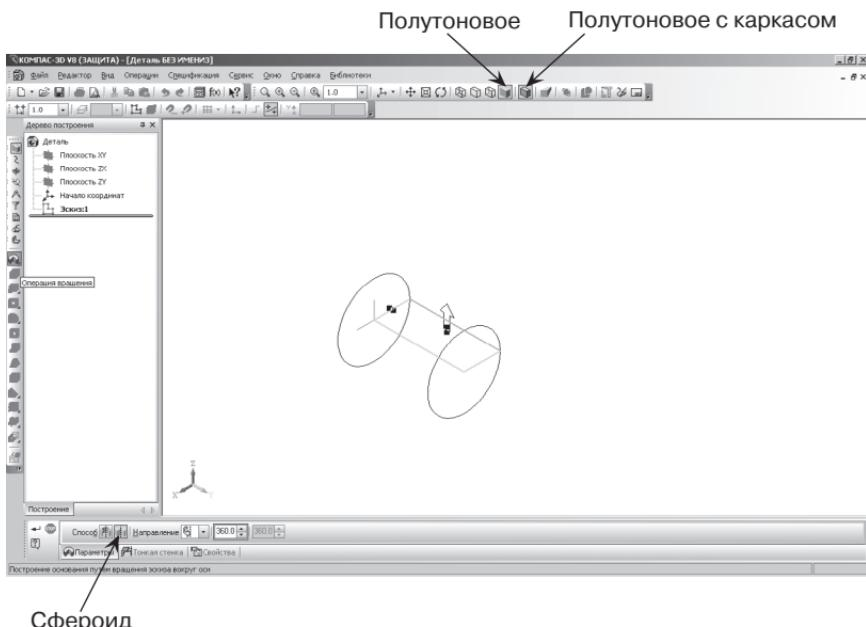

Рис. 132. Создание трехмерной модели
- на панели **Свойства** на вкладке **Параметры** укажите способ построения – **Сфероид** (построение сплошного элемента), направление вращения 360° (рис. 132);
- На Инструментальной панели Вид выберите команду **Полутоновое, Полутоновое с каркасом** (рис. 132).